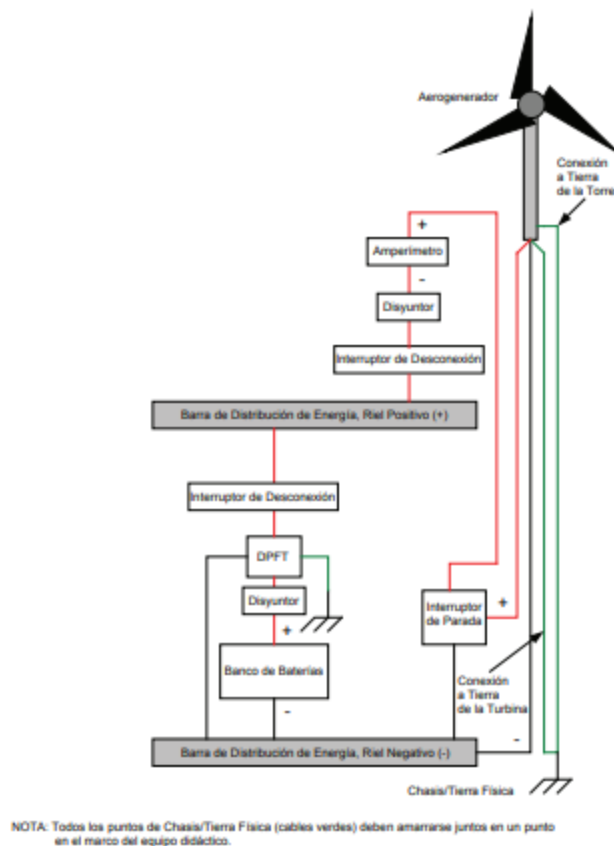

Figura 3-2. Configuración del sistema.
3. Comience instalando y realizando las conexiones requeridas en el sistema, de la manera mostrada en la figura 3-2